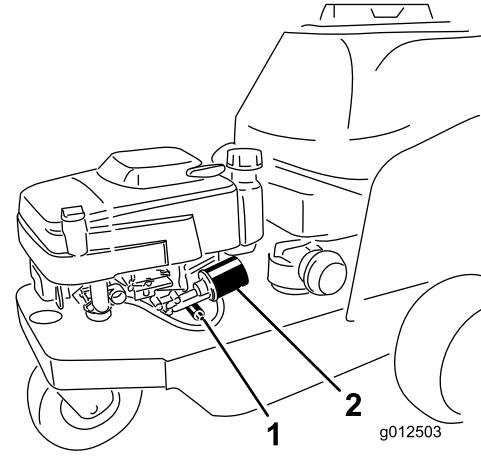

図 38
4. オイル・ドレン・バルブの下に適当な容器を置く(図 38)。